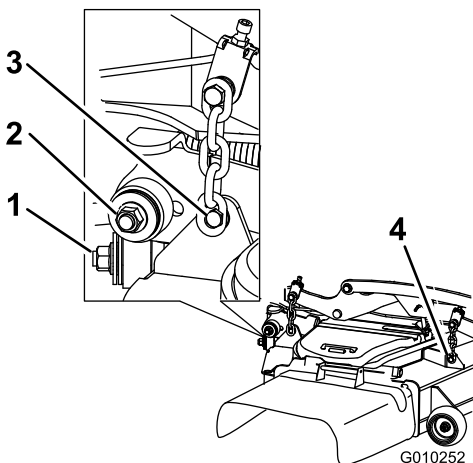

Figure 125
7. Enlevez et mettez de côté les fixations des deux côtés du tablier, comme montré à la Figure 125.